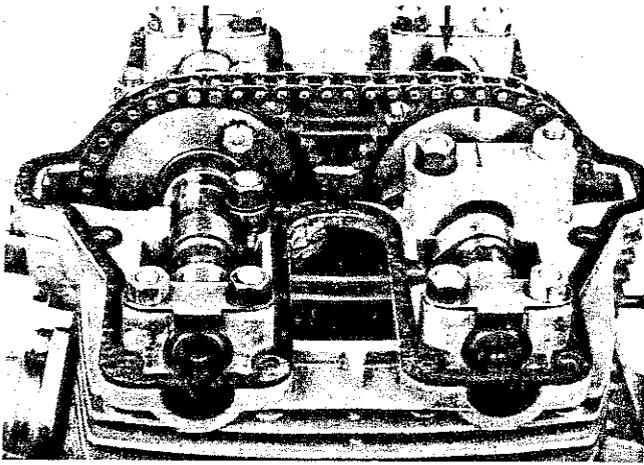

Fig. 32
2) Ruotare gli assi a camme fino a far coincidere i segni esistenti sugli ingranaggi con quelli dei cappelli (Fig. 32).
2) Turn the camshafts until the marks on the sprockets coincide with the marks on the cap (Fig. 32).